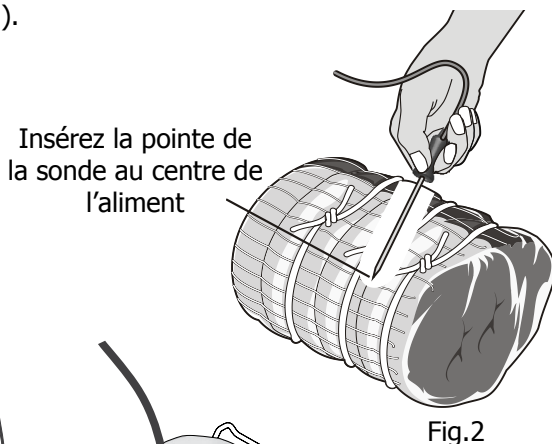

Fig.2
- Pour le jambon ou l'agneau non désossé, insérez la sonde au centre de l'articulation ou du muscle situé le plus bas. Pour les mets comme les pains de viande ou les plats mijotés, insérez la sonde dans le centre de l'aliment (fig. 2).
1. Préparez l'aliment et insérez correctement le capteur de la sonde au milieu de l'aliment (voir les fig. 2 et 3). La sonde doit être insérée dans les aliments et la prise avant de commencer la cuisson, pendant que la température du four est encore basse.